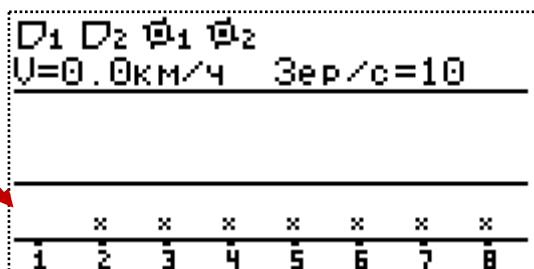

Рисунок 23
3. Находясь на главном экране (см. «Рисунок 23») нужно открыть главное меню нажатием кнопки **«Меню»**.